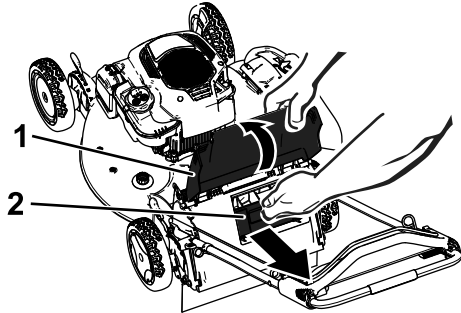

Figura 33
1. Levante y sujete la tapa trasera (Figura 33).
2. Saque el tapón de descarga trasera (Figura 33).